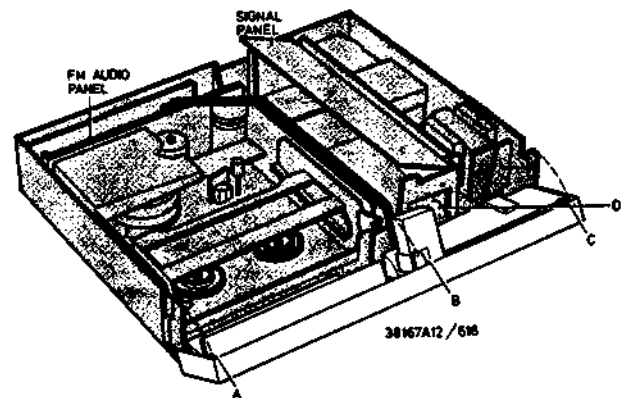

Fig. 2-2
2.2 Die Bedienungsplatte (Bild 2-2)